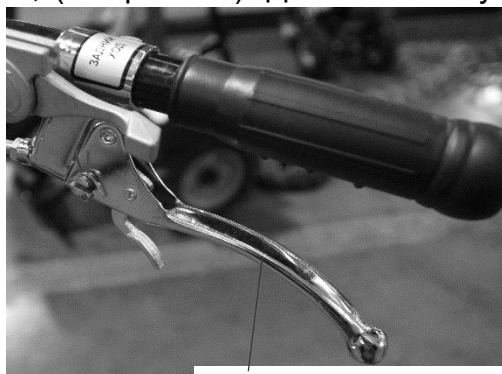

рис. 17
5. При необходимости движения задним ходом пользуйтесь рычагом на правой ручке руля, (см. рис. 17). Для этого отпустите рычаг сцепления на левой ручке руля, чтобы мотоблок остановился. Включите нейтральную передачу. Для включения заднего хода выжмите рычаг заднего хода. Затем выжмите рычаг сцепления.